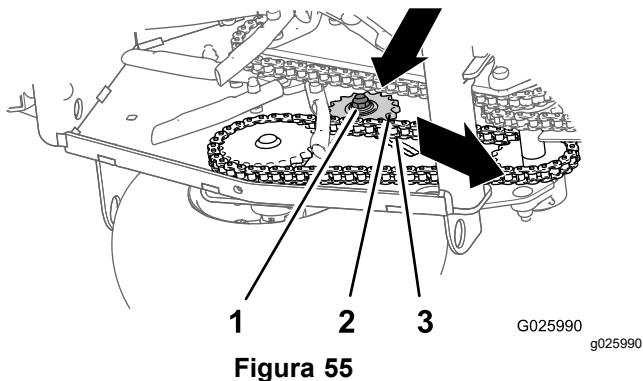

Figura 55
3. Compruebe la tensión de las cadenas de las ruedas motrices (Figura 55).
4. Afloje la contratuerca y el perno de cuello cuadrado que sujetan el piñón del tensor (Figura 55).
- Presione hacia abajo y hacia adelante sobre el piñón para aumentar la tensión de la cadena, según se muestra en la Figura 55.